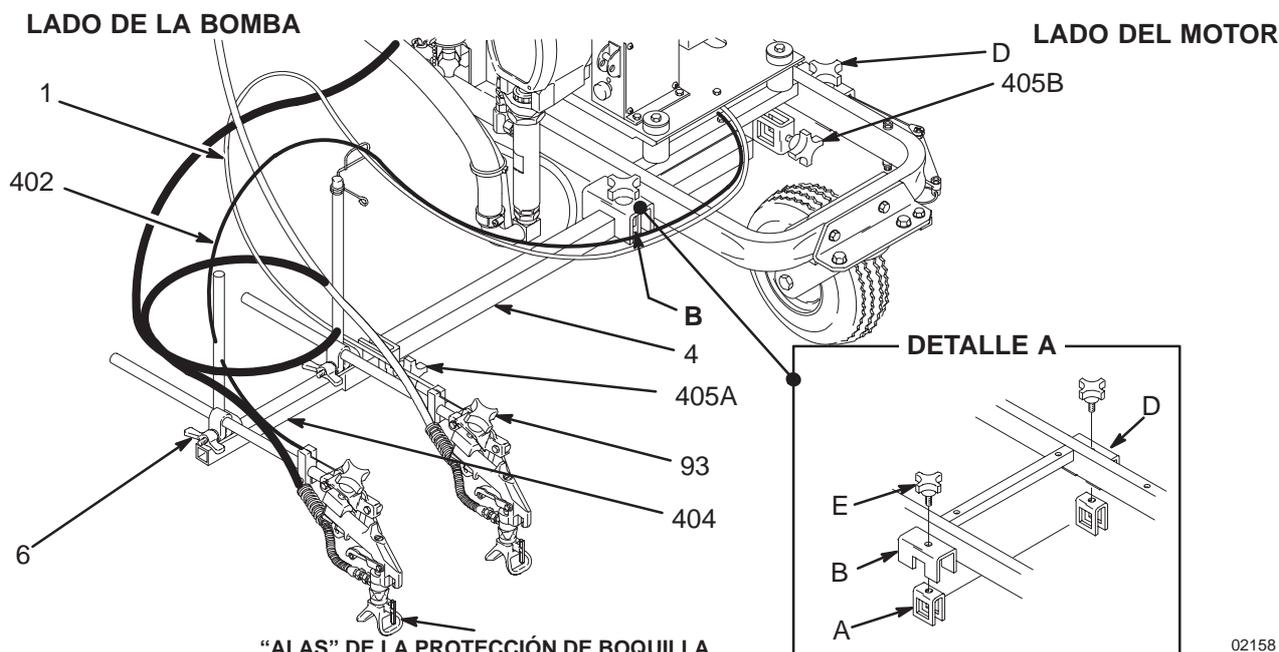

Fig. 12
2. Verificar que la protección de boquilla RAC IV siempre esté paralela al piso y que las "alas" de la protección de la boquilla de pulverización estén orientadas hacia la parte delantera y trasera de la unidad, tal como se muestra en la Fig. 12.
2. Aflojar las perillas del sujetador de pistola (93) y retirar la pistola. Poner las pistolas fuera del camino.
3. Retirar las perillas (E) en ambas abrazaderas de carro (B, D); la barra del carro (4) y la abrazaderas de extensión (A) caerán. Véase la Fig. 12, DETALLE A.
5. Posicionar la barra del carro debajo de las abrazaderas de carro (B, D). Alinear los agujeros en la parte superior de las abrazaderas de extensión (A) con los agujeros en las abrazaderas de la barra de carro e instalar las perillas (E). Véase la Fig. 12, DETALLE A.
6. Aflojar las abrazaderas de poste/brazo (5) y rotar las pistolas hacia adelante. Volver a apretar las abrazaderas.